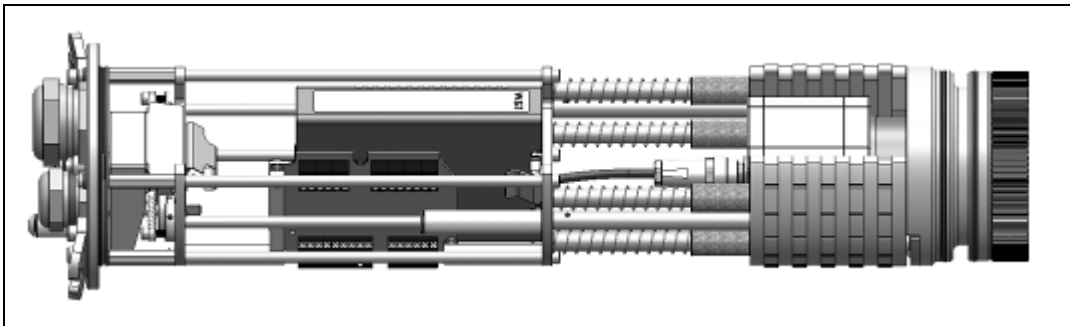

Abbildung 53: Chassis mit PI Kamera, Industrie-PIF und USB-Server Gigabit
7. Verbinden Sie im Anschluss die PI Kamera und den USB-Server Gigabit mit dem mitgelieferten USB-Kabel und das Industrie-PIF mit der Kamera. Schließen Sie danach den Netzwerkstecker an den USB-Server Gigabit an (**Abbildung 53**).